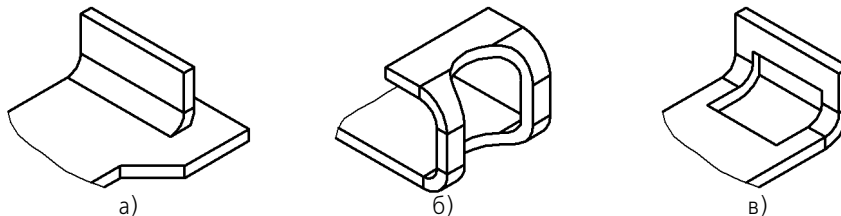

Рис. 100.5. Примеры листовых элементов, делающих невозможным разгибание сгиба: а) пластина, б) отверстие, в) вырез
- ▼ Элементы, затрагивающие сгиб, могут располагаться так, что разгибание или сгибание этого сгиба окажется невозможным (рис. 100.5, 100.6).